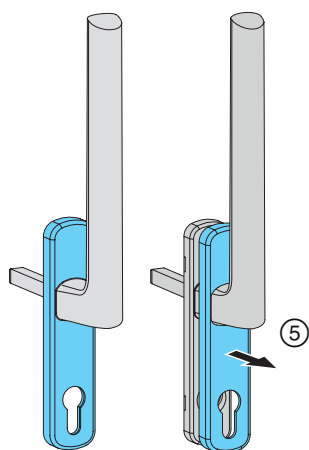

Abb. 28
- ⑤ Adeckkappe von Griffrosette lösen; **Abb. 28**.